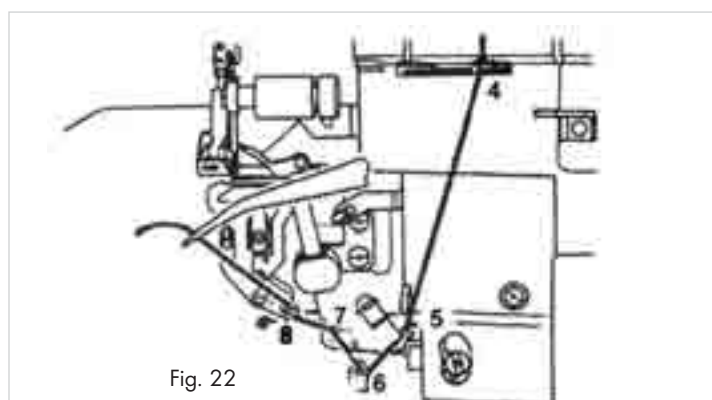

Fig. 22
5. Înfilați firul în spațiul graifărului conform marcajelor galbene (4 - 8) (fig. 22).